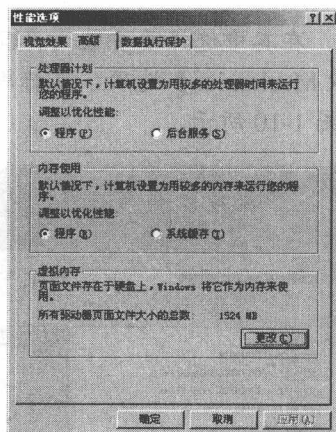

图 1-5 【性能选项】对话框
① 设置虚拟内存
(1) 在桌面上用鼠标右键单击【我的电脑】，在出现的快捷菜单中选择【属性】命令，弹出【系统属性】对话框，选择【高级】选项卡。
(2) 在【系统属性】对话框中单击【性能】选项组下的 **设置(S)** 按钮，弹出【性能选项】对话框，选择【高级】选项卡，如图 1-5 所示。